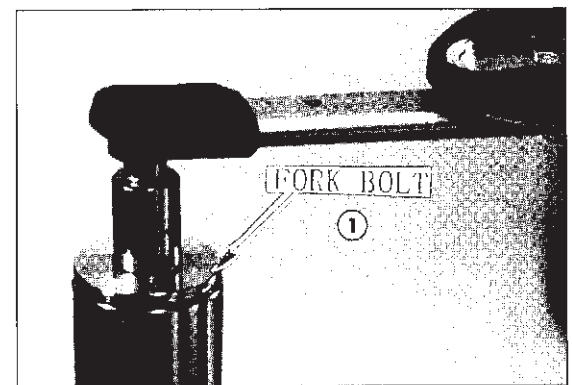

Fig. 13
- 23) Bloccare il tappo superiore al tubo esterno (Fig. 13).